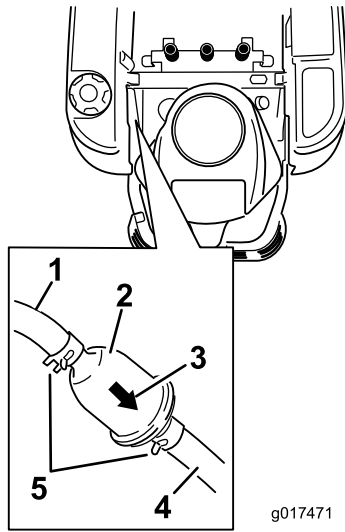

Figure 46
3. Localisez le filtre à carburant sur le côté du moteur (Figure 46).
4. Pincez les extrémités des colliers et faites glisser ceux-ci pour les éloigner du filtre (Figure 46).
7. Rapprochez les colliers de flexibles du filtre (Figure 46) pour le fixer en place.